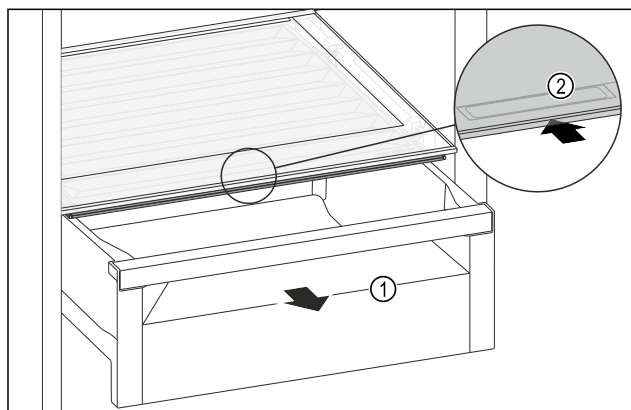

Fig. 111
- Изтеглете чекмеджето Fig. 111 (1).
- Хванете вдлъбнатия захват Fig. 111 (2) на капака на отделението и едновременно с това избутайте назад капака на отделението.